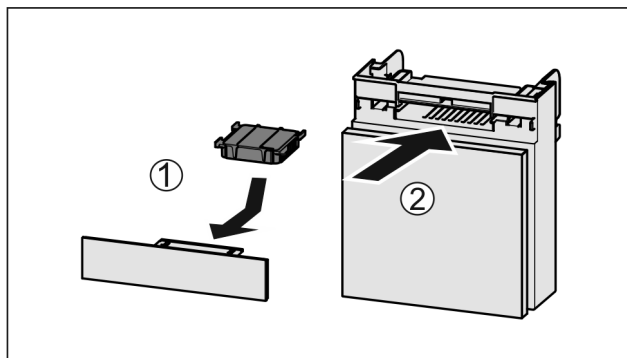

Fig. 119
- Wkładać Fig. 119 (1) filtr z węglem aktywowanym zgodnie z ilustracją.
- Wsunąć komorę Fig. 119 (2).